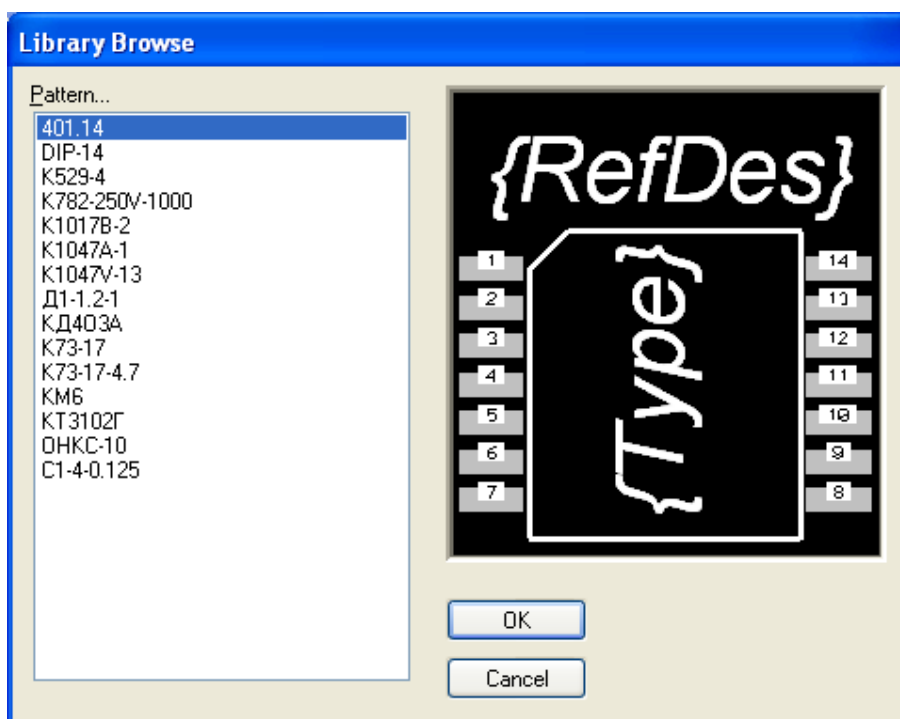

Рисунок 3.5 - Выбор посадочного места **401.14**
- В окне *Component Information* нажать кнопку *Select Pattern* (Выбор ПМ) и в окне *Library Browse* (Просмотр библиотеки) (*рис. 3.5*) выбрать посадочное место (*Pattern*) для этой микросхемы. В списке имеющихся посадочных мест им является место — **401.14**. Нажать кнопку **OK**.